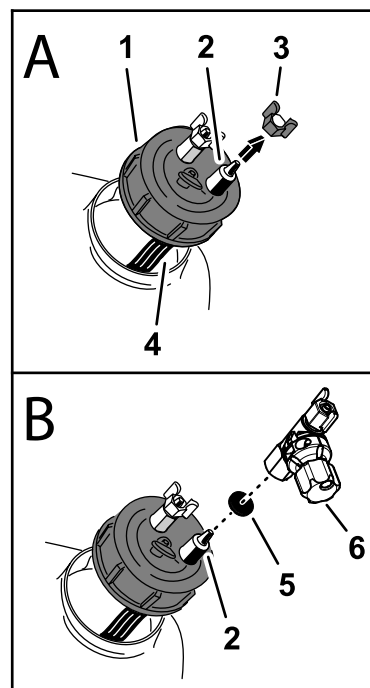

Figura 1
- Localice el tapón negro del depósito en el extremo del conjunto del depósito del marcador de espuma (**Figura 1**).
- Desenrosque el tapón del depósito y levántelo del depósito lo suficiente para poder ver el tubo de filtro azul (Figura 1).
- Retire la tuerca de compresión azul del acoplamiento del tapón del depósito que está **conectado** al tubo de filtro azul en el interior del depósito (Figura 1).
- Instale la válvula reguladora montada en el tapón y la junta en el acoplamiento del tapón del depósito, orientando la válvula según se muestra en Figura 1.